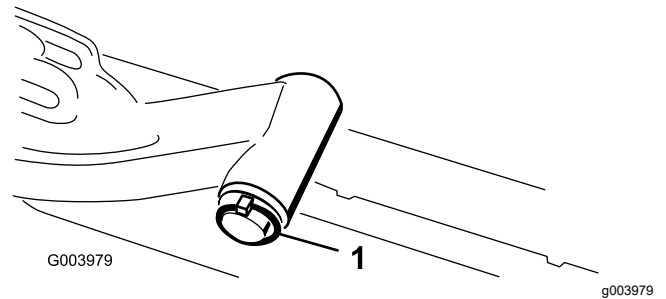

Figura 8
- A. Retire o pino de sujeição e a anilha que prende o veio da articulação do braço de elevação ao braço de elevação e faça deslizar o veio de articulação para fora do braço de elevação (Figura 8).
C. Insira o veio do braço de elevação no braço de elevação e prenda-o com a anilha e o pino de sujeição (Figura 8).